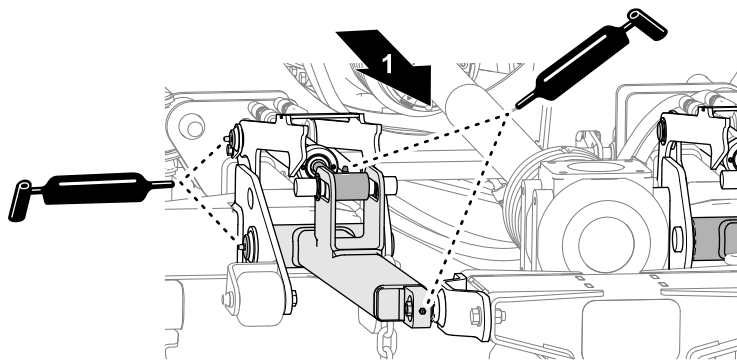

Рисунок 47
- Введите консистентную смазку в подъемные рычаги, гидравлические цилиндры и противоударные подпорки на средней деке газонокосилки (Рисунок 47).
Заправьте консистентной смазкой указанного типа пресс-масленки трех шпинделей на каждой деке газонокосилки (Рисунок 47).